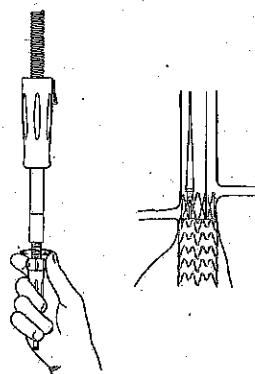

Figura 13. Ricattura dello stelo nella punta conica
4. Con l'altra mano ruotare in senso antiorario la rotella all'estremità posteriore ricatturando lo stelo nella punta conica (figura 13).
6. Continuare a girare la rotella dell'estremità posteriore in senso antiorario finché lo stelo non viene ricatturato completamente e la rotella dell'estremità posteriore non viene a trovarsi nella parte bassa (figura 13).